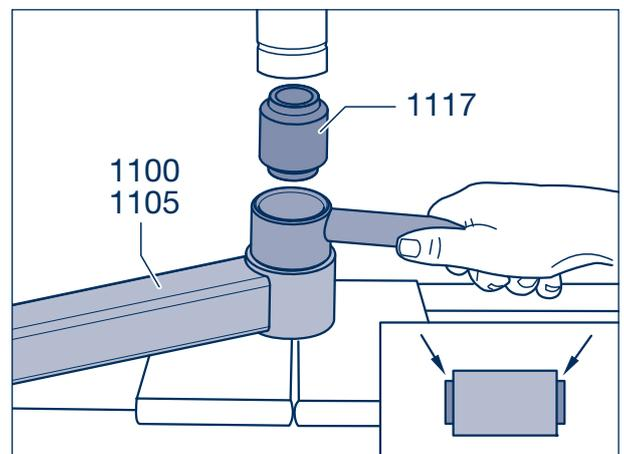

Figure 12
- [21] Enfoncer la douille (1117) avec un manchon de pression approprié suffisamment loin pour obtenir des saillies égales sur les deux côtés après l'enfoncement (figure 12/flèche).
Le dépassement doit être le même sur les deux côtés (figure. 12/flèches).